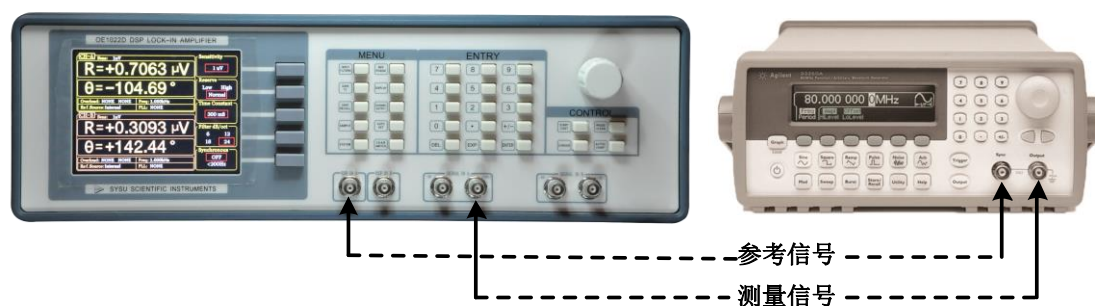

图87. 信号线连接图
2. 用一条带 BNC 接头的信号线连接函数信号发生器的输出接口和 OE1022D 前面板通道 A 的 SIGNAL IN 的 IN+接口，用另一条带 BNC 接头的信号线连接函数信号发生器的参考信号接口和 OE1022D 前面板通道 A 的 REF IN 接口，如图 87 所示：